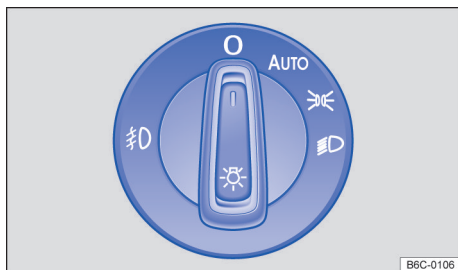

Fig. 61 Al lado del volante: interruptor de luces.
El testigo de control **☞** en el conmutador de las luces → fig. 61 indica que el faro antiniebla está encendido.
- Encender el farol de neblina: tirar del interruptor de las luces → **fig. 61** de la posición  o  hasta la primera marcha.